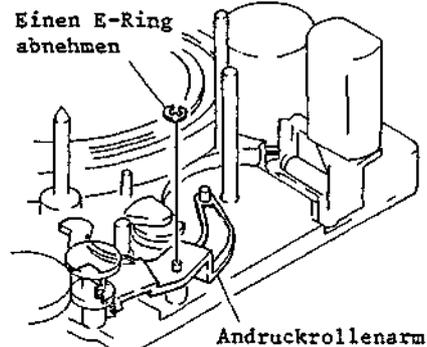

Abb. 2-80 Ausbau des Andruckrollenarms
3-32 Ausbau des Andruckrollenarms (Abb. 2-80)
- Einen (1) E-Ring, mit dem der Andruckrollenarm befestigt ist, abnehmen (siehe Abb. 2-80).
- Das Nockenrad ausbauen (siehe Abb. 2-80).
- Den Andruckrollenarm ausbauen (siehe Abb. 2-80).
9. Den Andruckrollenarm ausbauen (siehe Abb. 2-80).
8. Den Andruckrollenarm ausbauen (siehe Abb. 2-80).